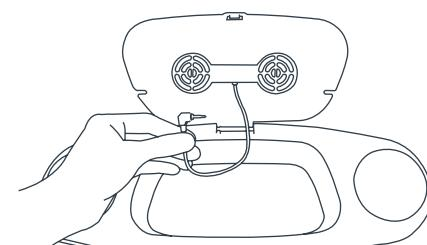

Fig. 10
- 10)** • Le plateau de parent vient avec le haut-parleur avec le cric MP3 à l'intérieur. L'haut parleur a un fil avec une prise mâle pour une utilisation avec appareil MP3 afin que vous et votre enfant pouvez écouter de la musique tout en vous promenant. Connectez la prise mâle dans votre appareil MP3 (Fig. 10).